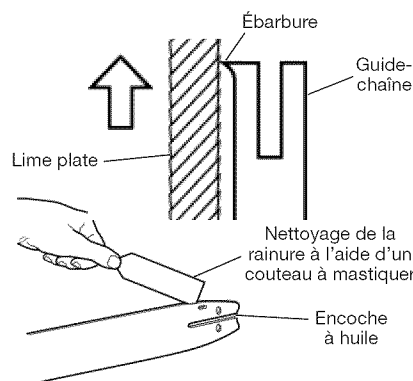

Figure 31 – Entretien du guide-chaîne
2. Retirez régulièrement la sciure accumulée dans la rainure du guide-chaîne à l'aide d'un couteau à mastiquer ou de fil (voir figure 31).